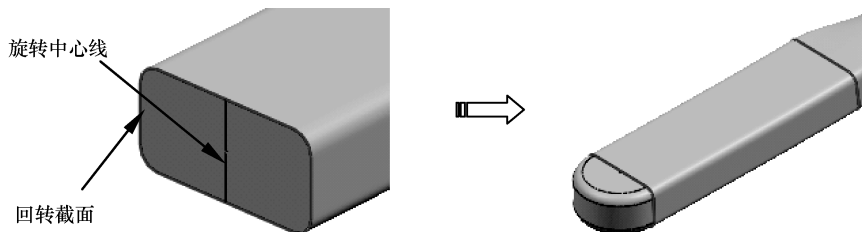

图 5-96 创建旋转实体
- 05 先选择半个轮廓曲线作为旋转的对象，再指定轴为中心直线，在限制文本框输入旋转角度 180，最后设置布尔合并，具体的操作步骤如图 5-96 所示。单击【确定】按钮，退出【旋转】对话框。